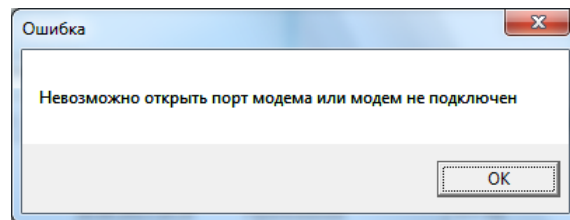

Рис. 6.18. Сообщение об ошибке при подключении модема
2. Если в параметрах модема номер COM-порта и скорость его работы указаны верно, однако при запуске программы *Информатор* появляется сообщение об ошибке при подключении модема (рис. 6.18), проверьте: